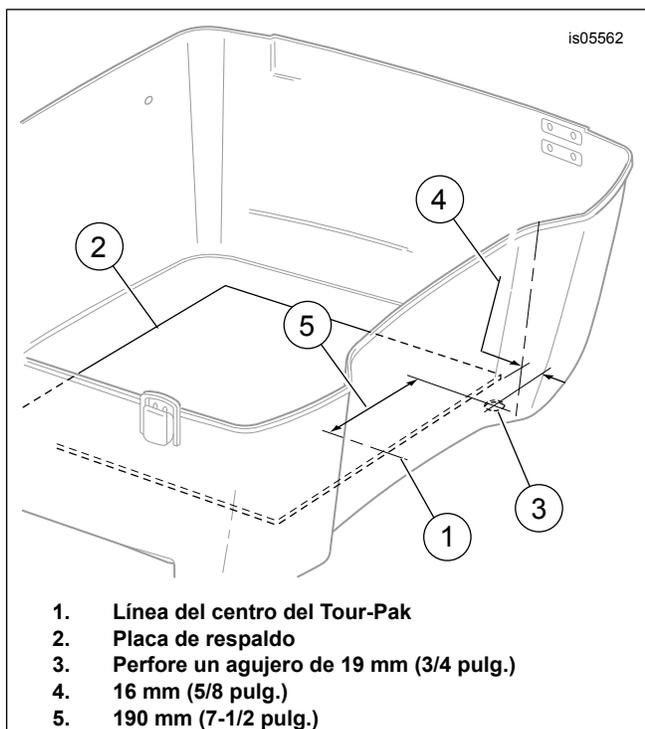
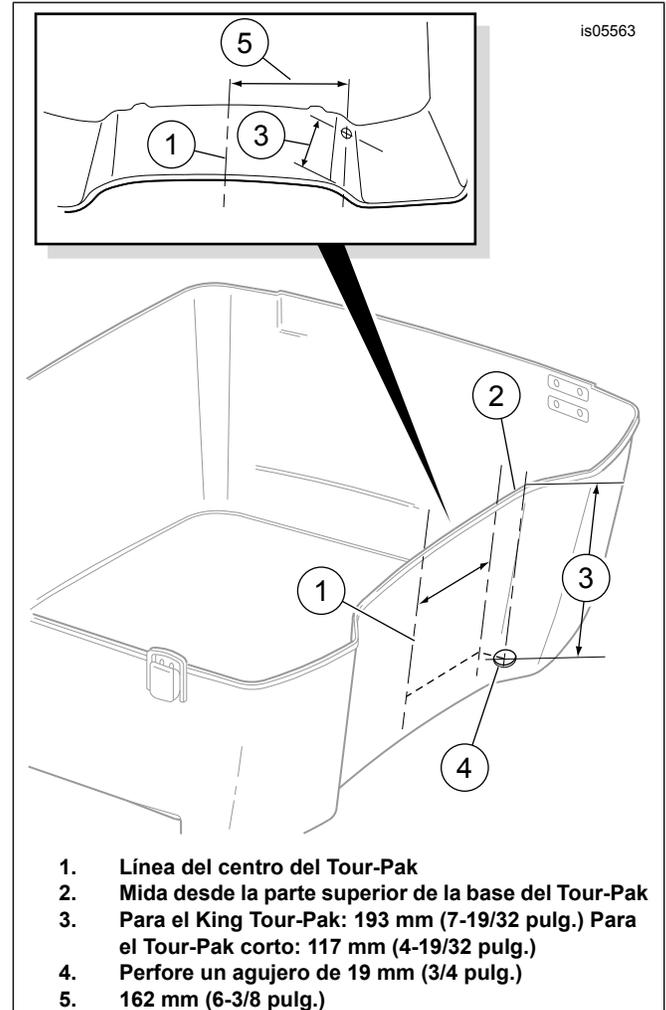

Figura 2. Ubicación de la perforación para el cable de la antena AM/FM (Tour-Pak tipo 1)
Figura 3. Ubicación de perforación del cable de la antena AM/FM (Tour-Pak tipo 2)
- a. Vea Figura 2. Mida y establezca el centro (1) de la placa de respaldo (2) que cubre el fondo del Tour-Pak.
- c. Vuelva a medir y marque el centro de la placa de respaldo (2) en el frente de la tira de cinta adhesiva y de nuevo cerca de la parte trasera. Dibuje una línea recta a través de las dos marcas.
- d. De frente a la cinta adhesiva, mida 190 mm (7-1/2 pulg.) (5) desde la línea del centro hacia el fondo en el lado izquierdo del Tour-Pak.
- g. Mida 16 mm (5/8 pulg.) (4) hacia delante del borde delantero de la placa de respaldo y dibuje una línea corta a través de la línea marcada en el paso anterior.
- j. Desde la parte inferior del Tour-Pak, perforo un agujero de 19 mm (3/4 pulg.) (3) desde el exterior hacia el interior del Tour-Pak.
- l. Vea Figura 3. Mida y establezca el centro (1) en la parte delantera interior de la pared del Tour-Pak.
- o. De frente a la cinta adhesiva, mida 162 mm (6-3/8 pulg.) desde la línea del centro hacia el lado izquierdo delantero de la pared del Tour-Pak. No siga la curva de la pared, debe medir **atravesándola directamente**. Vea Figura 3 inserta.
- q. Vuelva a medir y marque la cinta adhesiva a 162 mm (6-3/8 pulg.) (5) **atravesándola directamente** desde la línea del centro, cerca de la parte superior de la cinta adhesiva y de nuevo cerca de la parte inferior de la tira. Dibuje una línea desde la marca superior hacia la marca inferior.
- r. **Para el King Tour-Pak:** Mida 193 mm (7-19/32 pulg.) (3) hacia abajo desde el borde superior del Tour-Pak. **Para el Tour-Pak corto:** Mida 117 mm (4-19/32 pulg.) (3) hacia abajo desde el borde superior del Tour-Pak. Dibuje una línea horizontal corta a través de la línea vertical.
- u. Desde el exterior del Tour-Pak perforo un agujero de 19 mm (3/4 pulg.) (4) a través del agujero guía hacia el interior.